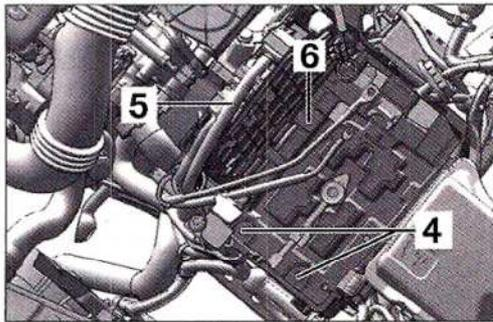

FIG. 2
- La tapa embellecedora motor (3).
- Desmontar los tornillos de fijación (4) del soporte de batería (Fig.2).